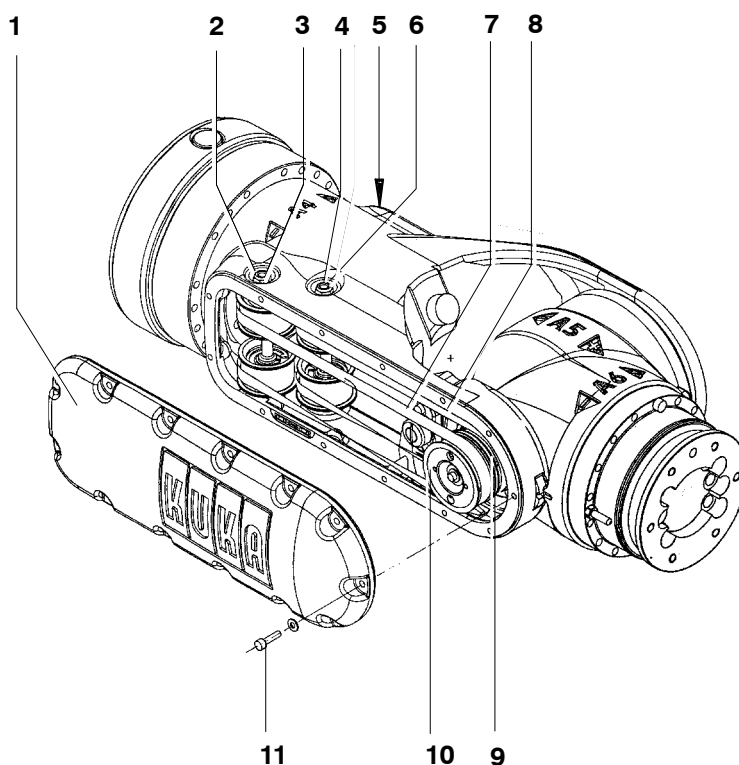

Fig. 106 Démontage et montage de la courroie dentée axe 5 et axe 6
- (1) Mettre le robot en service. Amener le bras en position horizontale et déplacer le poignet en ligne de telle manière que le couvercle (Fig. 106/1) se trouve en haut.
- (2) Enlever le couvercle (Fig. 106/5).
- (3) Dévisser 13 vis à six pans creux M5x20 (11) sans oublier les rondelles-frein et enlever le couvercle (1).
Avant de remonter le couvercle (Fig. 106/1), il faut exécuter les opérations 2 et 3.